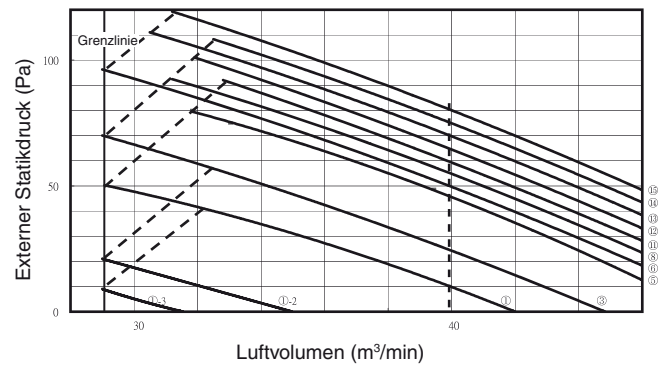

Abb. 3-18
- (2) Die Funktionsprüfung ist innerhalb von etwa drei Minuten abgeschlossen, wenn die Einstellungen korrekt vorgenommen wurden. Außerhalb des Einsatzbereichs liegende Einstellungen werden geändert (max. 30 min.). Sollte der Lauf auch nach 31 Minuten noch nicht beendet sein, prüfen, ob die Luftdurchflussgeschwindigkeit auf „H“ eingestellt ist oder nicht.
- (3) Einzelheiten hinsichtlich der Beziehung zwischen dem Wert von Code „b0“ und dem externen Statikdruck siehe Tabelle 3-4 und Abb. 3-18.
- (4) Hinweis 4 Bei Einrichtung für Gruppensteuerung (Steuerung mehrerer angeschlossener Inneneinheiten mit einer Kabelfernbedienung) stellen Sie jede Inneneinheit auf Code „b0“ ein.
- **Prüfen Sie unbedingt, ob der externe Statikdruck innerhalb des Einsatzbereichs liegt, und nehmen Sie dann die Einstellung vor. Nichtbeachtung dieses Punkts kann einen zu geringer Luftdurchsatz und Wasseraustritt zur Folge haben. Der Einstellbereich für den externen Statikdruck ist in Abb. 3-18 aufgeführt.**
4. Ändern Sie den Wert der Einstellung mit den Zeittasten / . Beziehen Sie sich auf Tabelle 3-4 sowie Abb. 3-18 und wählen Sie einen Wert zwischen „0001“ und „0015“. Bei aktivierter automatischer Luftdurchsatz-einstellung wählen Sie „-002“.